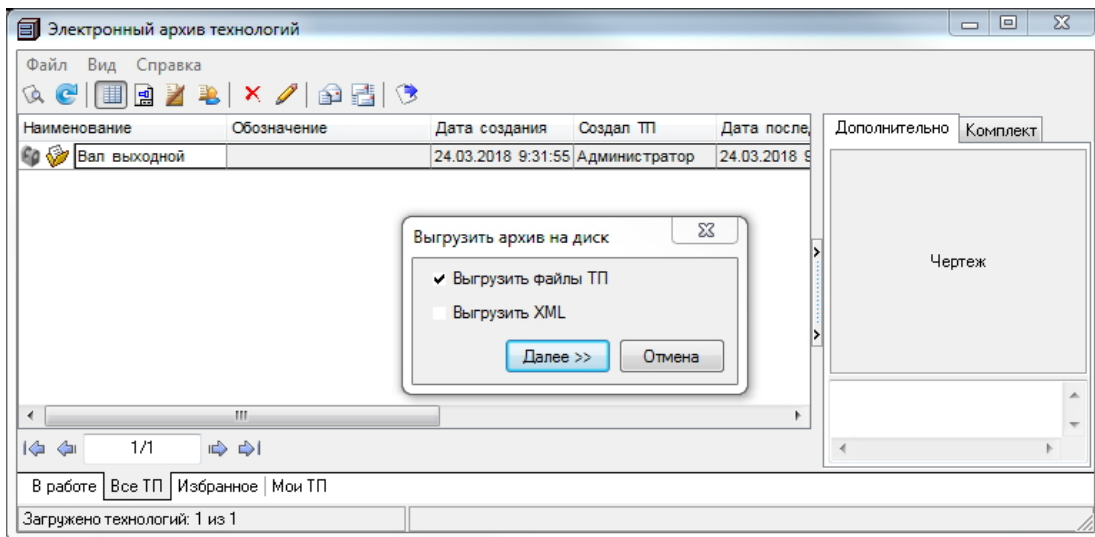

Рис. 3.3
3. С помощью приложения **Электронный архив технологий** (...Vertical\Bin\VArchive.exe) осуществите выгрузку ТП из архива на диск (рис. 3.3). Для этого: